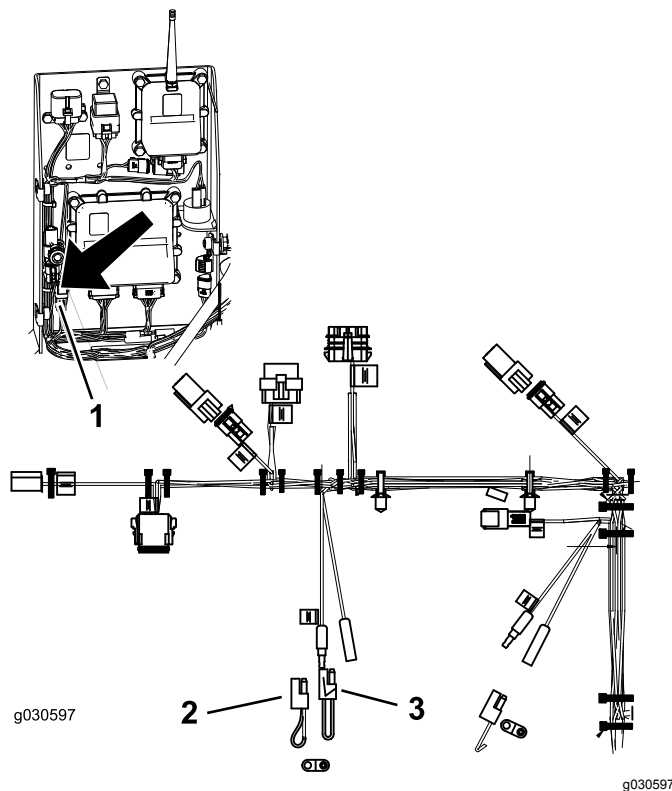

Figure 31
2. Débranchez les 2 connexions du connecteur queue de cochon montré à la Figure 31.